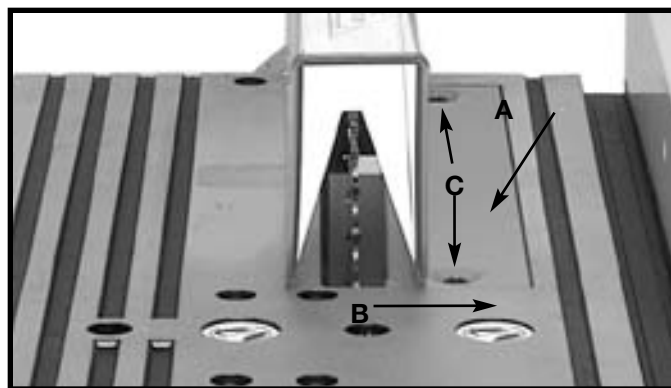

Fig. 33A
1. S'assurer que l'insert de la table (A) fig. 33A, affleure ou soit un peu sous la surface de la table (B).
2. S'il est plus haut que la surface de la table, resserrer les deux vis de l'insert de table (C) fig. 33A pour abaisser l'insert.